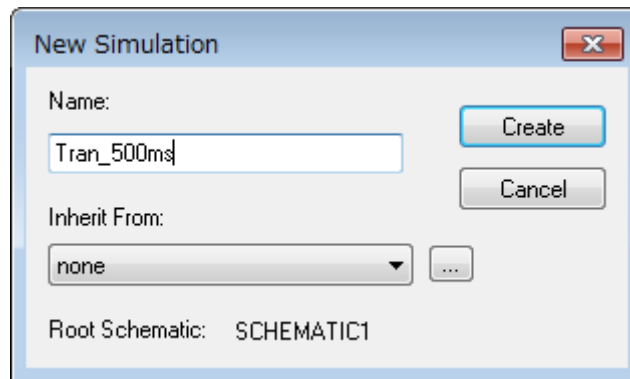

図 5.2 「New Simulation」画面
- (1) メニューバー上の「PSpice」-「New Simulation Profile」をクリックすると、図 5.2 の「New Simulation」ウインドウが表示されます。任意のプロファイル名を指定し、「Create」をクリックしてください。